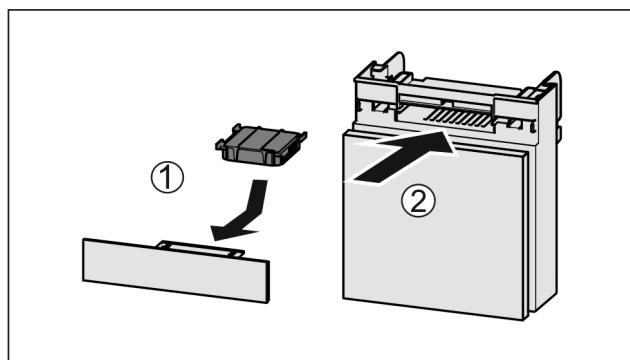

Fig. 63
- Vložte aktívny uhlíkový filter podľa obrázka Fig. 63 (1).
- Zasuňte zásuvku Fig. 63 (2).